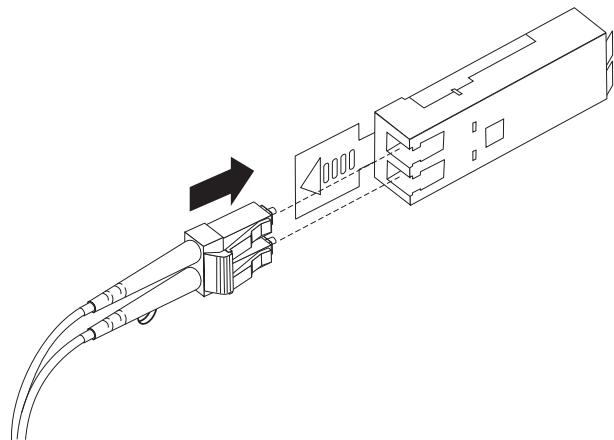

図22. LC-LC ファイバー・チャネル・ケーブルの SFP モジュールへの挿入
4. 保護キャップを外した LC-LC ケーブルの端を、EXP395 に取り付けられた SFP モジュールに慎重に挿入します。ケーブル・コネクターは、SFP モジュールに正しく挿入できるようにキー溝が付いています。図 22 に示すように、コネクターを持ったまま、所定の位置でクリック音がするまでケーブルを押し込みます。